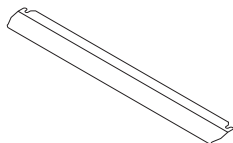

Рис. 26
1. Защитная панель предназначена для защиты панели управления и кнопок, когда духовка находится в режиме гриля. (рисунок 26)